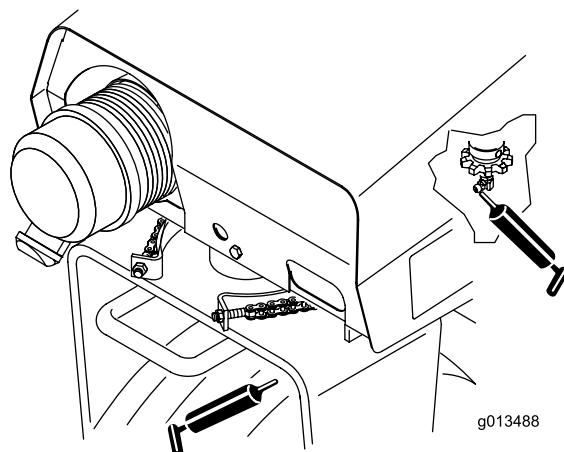

Figura 15
- Columna de dirección y piñón (Figura 15)